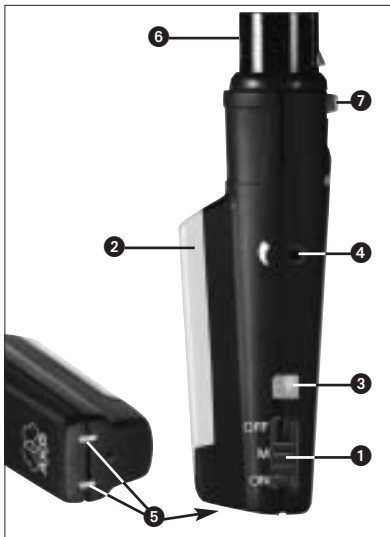

Abb. 1: Bedienelemente SO 40
2.5 Bedienelemente (siehe Abb. 1)